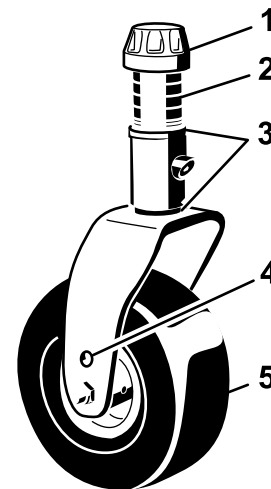
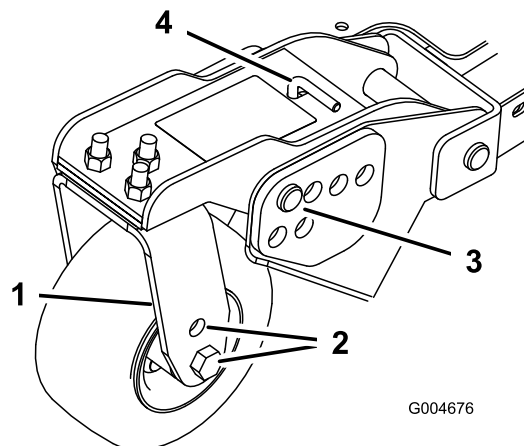
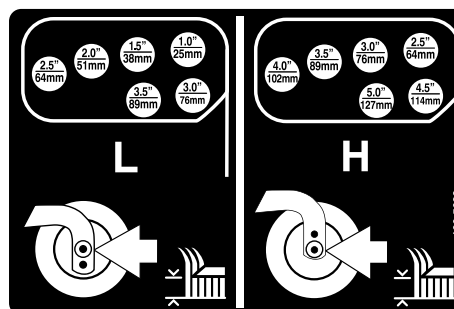

Figure 21
Figure 23
Figure 24
1. Placez les essieux des roues pivotantes dans les mêmes trous sur toutes les fourches (Figure 21 et Figure 23).
2. Enlevez le chapeau de tension de l'axe de pivot et sortez l'axe du bras de la roue pivotante (Figure 21).
- Enlevez la goupille fendue et les axes de chape des bras pivotants (Figure 23).
- Tournez la tige de tension pour élever ou abaisser le bras de pivot jusqu'à ce que les trous soient en face de ceux du support de hauteur de coupe sélectionnés dans le cadre du plateau de coupe (Figure 23 et Figure 24).